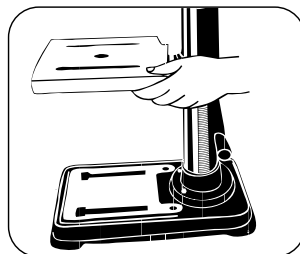

FIGURA 7.4
- Aperte a braçadeira com a Alavanca da Mesa Móvel (Figura 7.4).